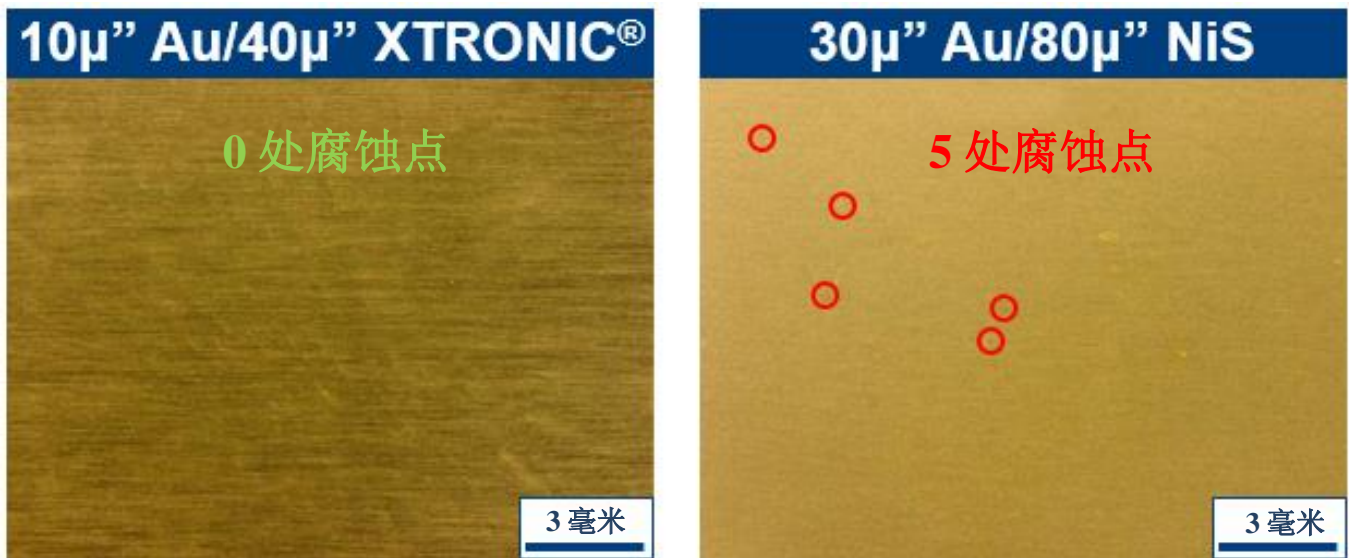

图 1
用于优化腐蚀性能的开发测试将 XTRONIC®与 PoR NiS 进行了比较。EIA-364-TP53 硝酸蒸气 (NAV) 测试提供了腐蚀性能的关键指标。硝酸蒸气测试是一种生产质量控制 (QC) 测试, 用于评估镀层的孔隙度以及电镀后连接器加工制程 (例如注塑和成型) 之前产品的质量。在实践中, 我们为每 100 个触点可接受的腐蚀部位数 (腐蚀点) 设置了规格。图 1 中显示的用于硝酸蒸气测试的样品是镀有 10μ” Au/XTRONIC®和 30μ” Au/NiS (PoR) 的 C511 工件。在这里, 我们计算了硝酸蒸气暴露后样品上的腐蚀点以供比较。XTRONIC®样品在 PoR 的 1/3 金厚度下没有产生腐蚀点, 而 PoR 有 5 处腐蚀点。